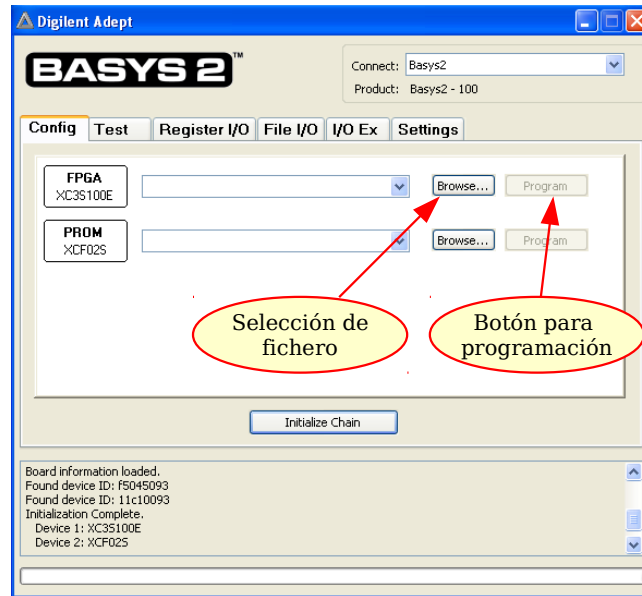

Figura 13. Programación de placas Digilent con Adept.
4.3. Inicie el programa **Adept** desde el menú de inicio (menú **Digilent** → **Adept**, icono ) y aparecerá el programa mostrado en la figura 13. Con este programa se puede transferir el fichero de programación (*bitstream*) a la FPGA. El programa *Adept* permite programar los componentes de la placa *BASYS2*, estos son, una FPGA y una PROM. Solo vamos a programar la FPGA, por tanto se debe utilizar el botón **Browse** indicado en la figura y seleccionar el fichero *.bit* adecuado. Para ello hay que buscar la carpeta del proyecto ISE en el que se está trabajando y allí encontraremos el resultado de la síntesis en un fichero *.bit*, que en nuestro caso se llamará concretamente, *sistema_completo.bit*. Una vez seleccionado este fichero se activará el botón **Program** y bastará con pulsarlo para que la FPGA se programe.